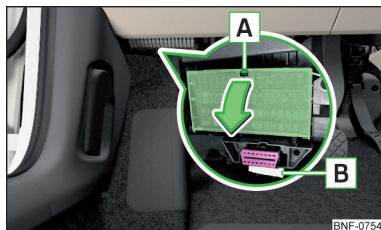

Fig. 167
Siguranțele se găsesc sub volan, în partea inferioară a bordului » fig. 167.
- Apăsați curelușa de siguranță  » fig. 167.